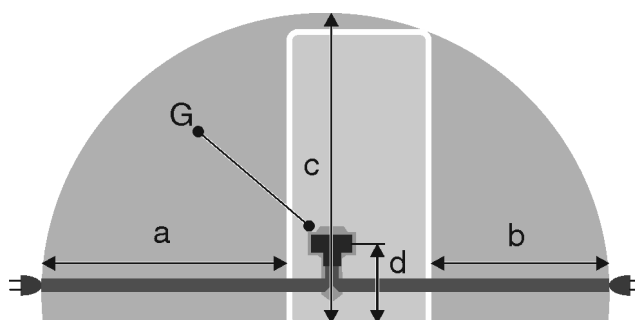

Fig. 25
- Steckdose liegt außerhalb des Geräterückseitenbereichs im gegebenen Bereich *Fig. 25 (a, b, c)*.
- Gerätestecker *Fig. 25 (G)* auf der Rückseite des Gerätes einstecken. Auf richtiges Einrasten achten.